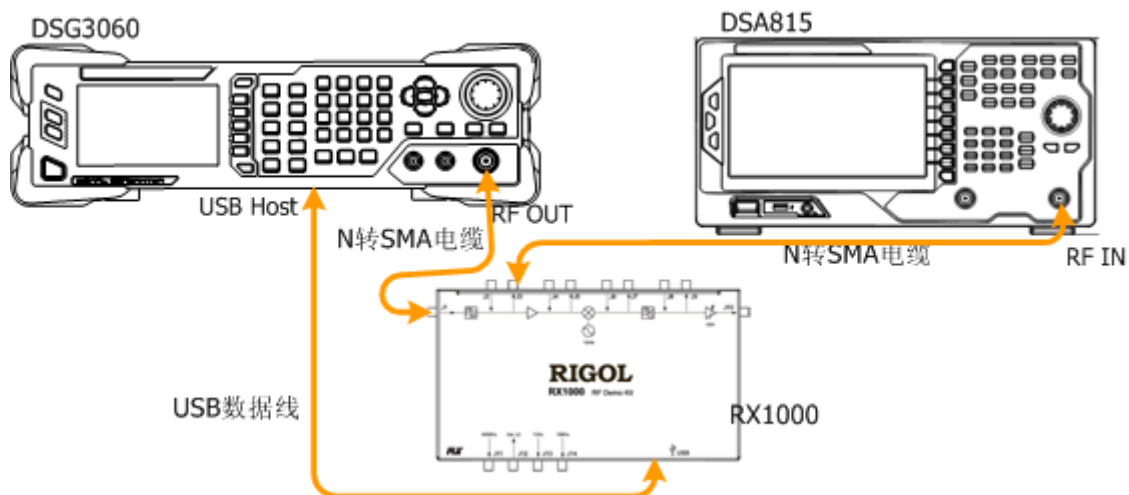

图 7 测试带通滤波器特性
- 按图 7 所示，使用 USB 数据线连接 DSG3000 系列射频源和 RX1000；使用一根 N-SMA 线缆连接 RX1000 的 J1 端子和射频源的 RF 输出端；使用另一根 N-SMA 线缆连接 RX1000 的 J3 端子和频谱仪的射频输入端。